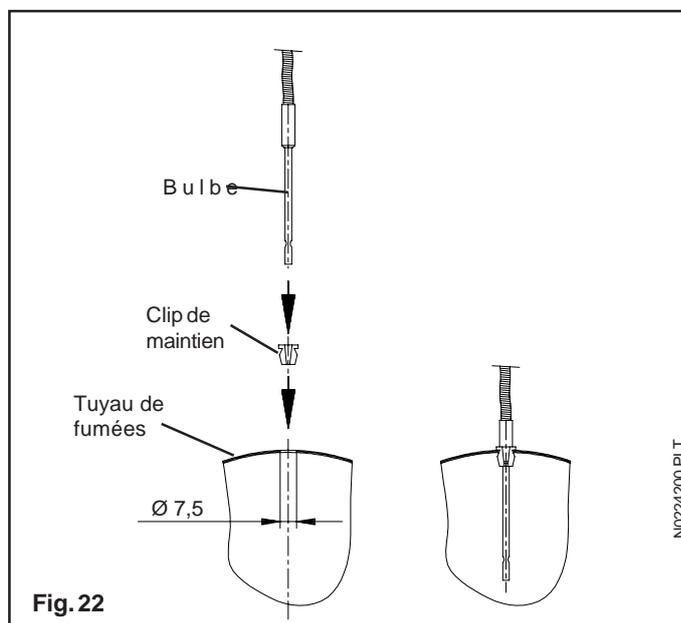

Fig. 22
- Percer, verticalement de préférence, le tuyau de fumées avec un foret $\varnothing 7,5$ et enfoncer le clip de maintien du bulbe (voir figure 22),